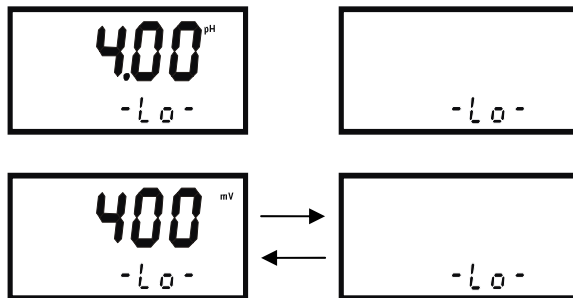

图 7-14
1、仪表在测量状态时按 2 次 REL 键，仪表的低点控制数值将跳闪，显示如图 7-14 所示：